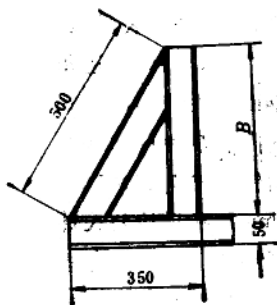

图 14
12. 已知由槽钢组装的三角支架, 如图14所示 (单位为毫米), 求 B 的尺寸等于多少毫米?